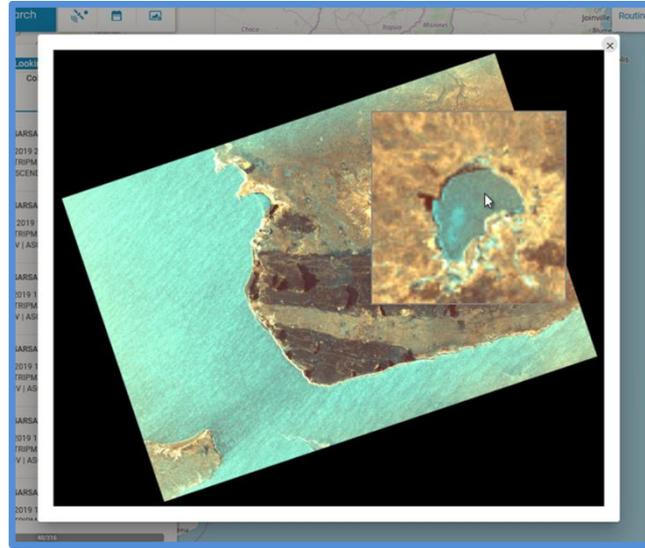

Figura 16: Visualización del *Quick look* de la imagen (para usuarios registrados). Acercamiento de la laguna (recuadro interno en el cuadrante superior derecho).
- El usuario que inició sesión (como usuario registrado), podrá acceder a la pre-visualización del producto, seleccionado el recuadro de la imagen (*Thumbnail*) que se muestra en la **Figura 14**. Se abrirá una ventana con la imagen (*Quick look*) en la pantalla, pudiendo hacerse un acercamiento sobre la imagen (*zoom in*) para mayor detalle (usando la rueda central del *mouse*). Ver **Figura 16**.